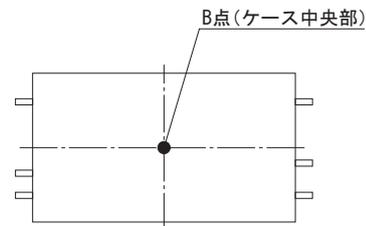

図7.8 強制通風時の温度測定箇所（ケース上面）
■強制通風時（1m/s）は、図7.8のB点の温度が95℃以下となるように通風して、ご使用ください。